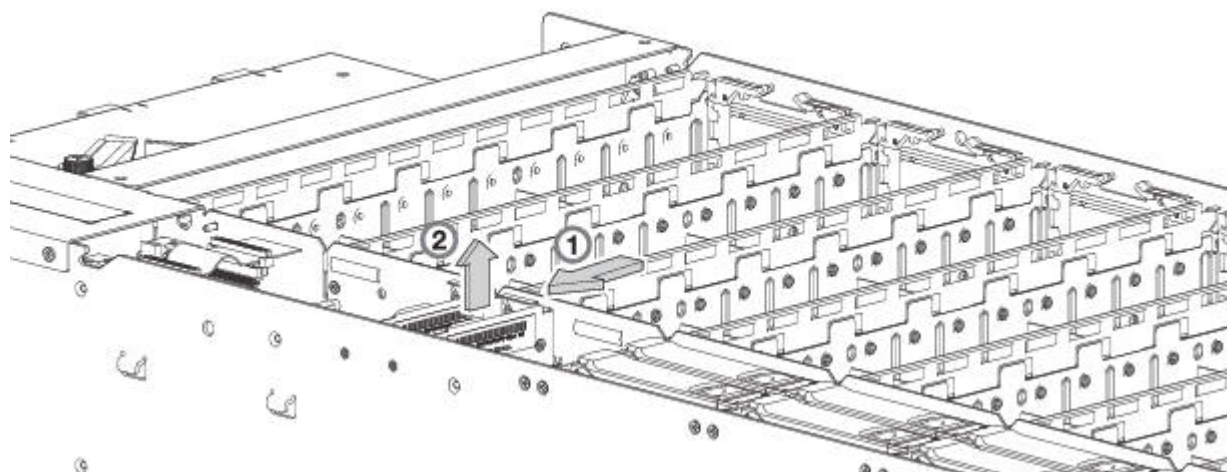
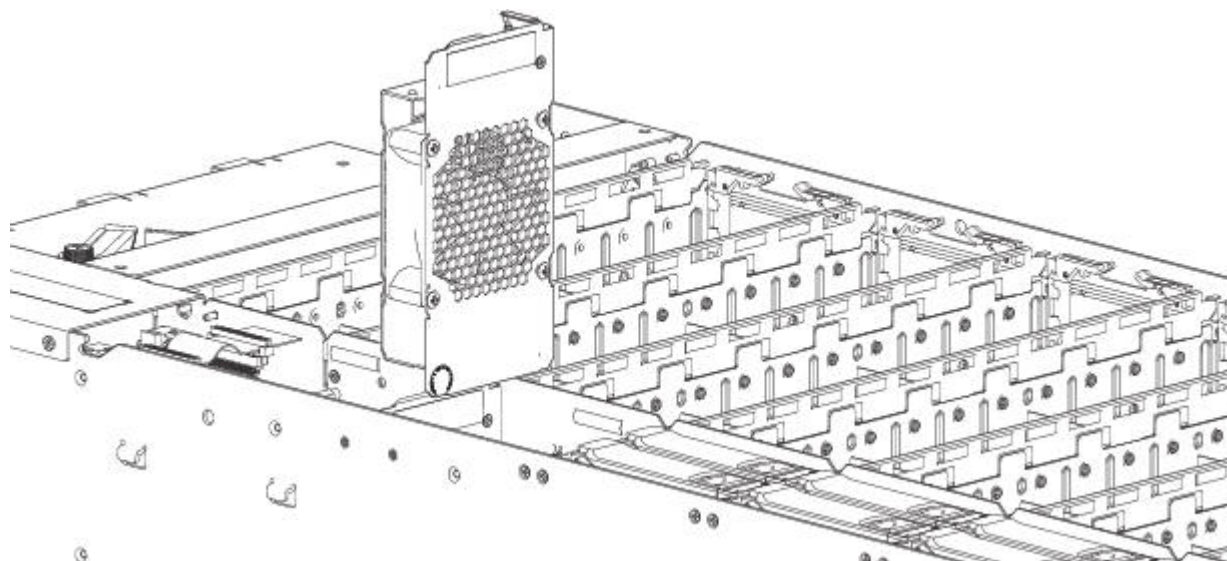

図 66. コントローラー・ファンの取り外し (1/2)
図 67. コントローラー・ファンの取り外し (2/2)
1. 図 66 に示されているように、エンクロージャーの内部チャンネルの壁にあるラッチ・タブをつまみ、そのタブをその壁に押し込んで、チャンネル・ファンをロック位置から解放します。
2. 図 67 に示されているように、ファンの上部にあるハンドルを片手でつかんで引き上げ、ファンをスロットから取り外します。
この手順を実行する際には、87 ページの図 66 および 87 ページの図 67 を参照してください。ただし、ここではモジュールを (取り外すのではなく) スロットに挿入するため、矢印の向きは無視してください。